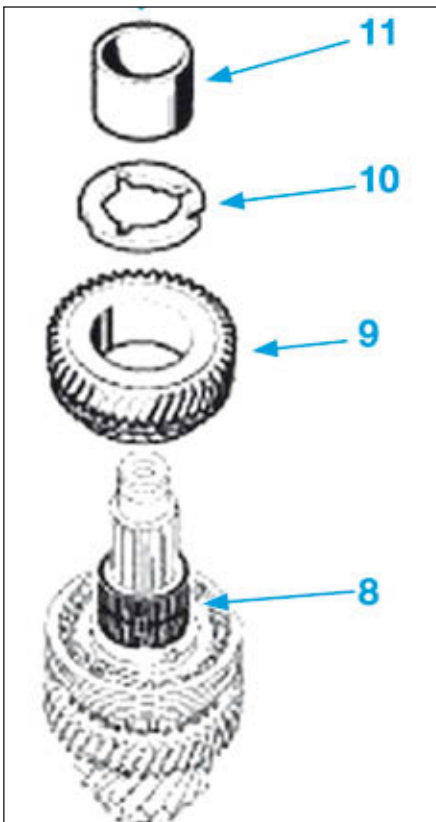

FIG.37
- Poser la cage à aiguilles (8) (Fig.37).
- Poser le pignon fou de 4^e (9) muni de sa synchronisation, la rondelle cannelée (10) puis la bague sous pignon fou de marche arrière (11) à l'aide d'un mandrin de diamètre approprié indice "N" et appliquer une pression de 5 tonnes.